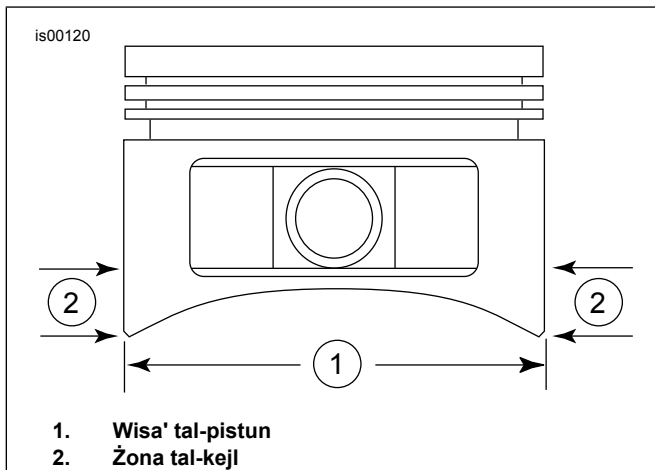

Figura 1. Kejl tal-Pistun
- Ara Figura 1 . Kejjel il-wisa' tal-pistun (1), 90 grad orizzontalment miż-żewġ naħat tat-toqba tal-pinn tal-pistun tat-toqba tal-pinn u f'0.285 pulzjeri. 'l fuq (2) mill-iktar porzjon baxx tal-iskirt